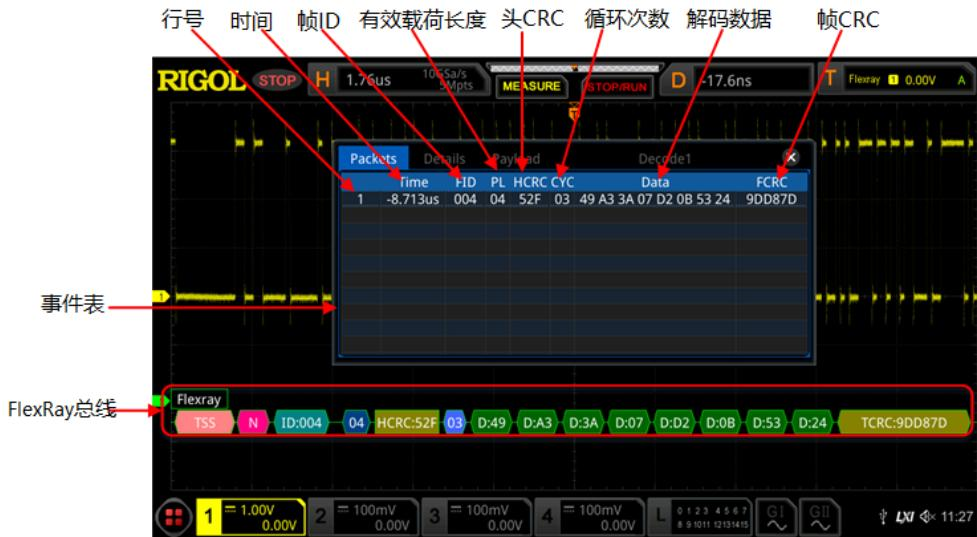

图 15.13 FlexRay 解码事件表
- 打开或关闭事件表：连续按 **事件表** 键，打开或关闭事件表显示。打开事件表，屏幕弹出如图 15.13 所示的事件表。您也可以用触摸屏功能触摸事件表右上方的图标  关闭事件表功能。